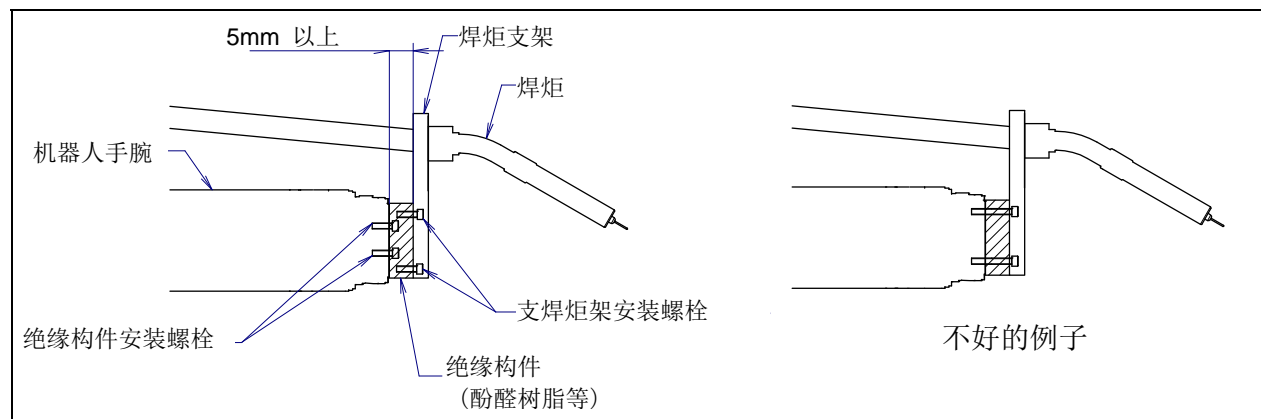

图 C.1 手腕的绝缘
- 应在末端执行器安装面进行切实的绝缘设计。对于夹在末端执行器安装面和焊炬支架之间的绝缘构件，焊炬支架与绝缘构件之间的紧固螺栓和绝缘构件与机器人手腕之间的紧固螺栓不能共用，请勿一起紧固。（参照图 C.1）